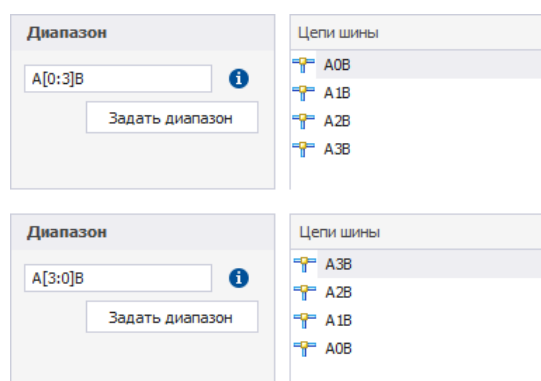

Рис. 184 Добавление диапазона - префикс, диапазон и суффикс
- Prefix[Min:Max]Suffix или Prefix[Max:Min]Suffix, Рис. 184.